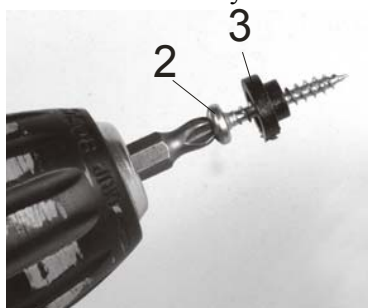

Рисунок 3
3.3 В отверстие дюбелей поз. 1 закрутить шурупы поз. 2 с установленными на них креплениями круглыми поз. 3 (см. рис. 3 и 4). Последние один-два оборота выполнить ручной отверткой.